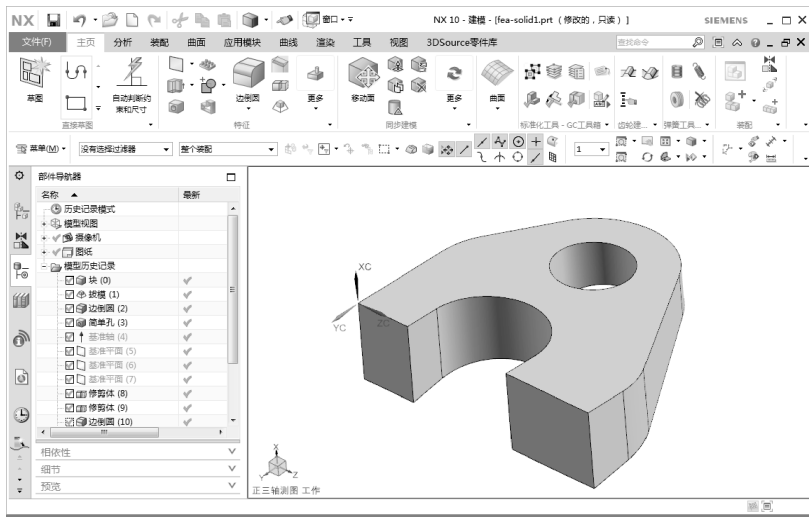

图 9-13 打开源文件模型
- 01 启动 UG，打开本例模型文件【9-1.prt】，此时的 UG 环境为建模环境，如图 9-13 所示。